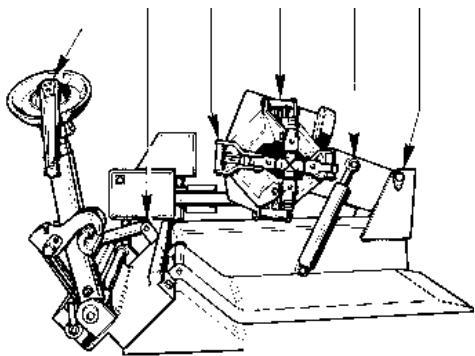

Рис.52
1. Смазывайте все части станка, оснащенные смазочным ниппелем, один раз в месяц (Рис. 52).